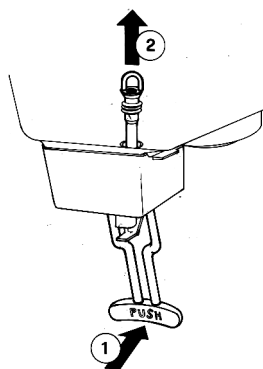

Bild 4
- 1 - Den Betätigungshebel des Hahns drücken (1) und den Gummischlauch aus seinem vertikalen Sitz unten am Getränkebehälter herausziehen (2) (Bild 4).